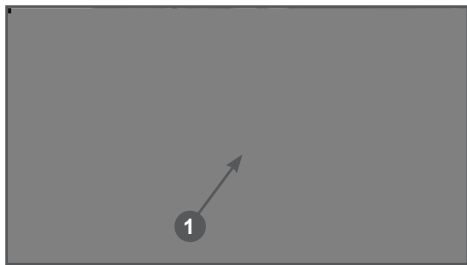

Рис. 16 Слив топлива из карбюратора
1. Слейте топливо из топливного бака и карбюратора (Рис. 16).